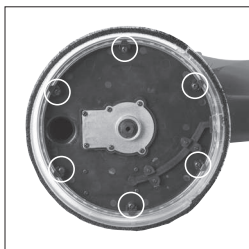

Fig. 15
- Utilice un destornillador de estrella y retire los seis (6) tornillos de cabeza autorroscante y las abrazaderas de fijación especiales (Fig. 15) que aseguran la falda de cepillo y la lente en el cabezal de lijado.